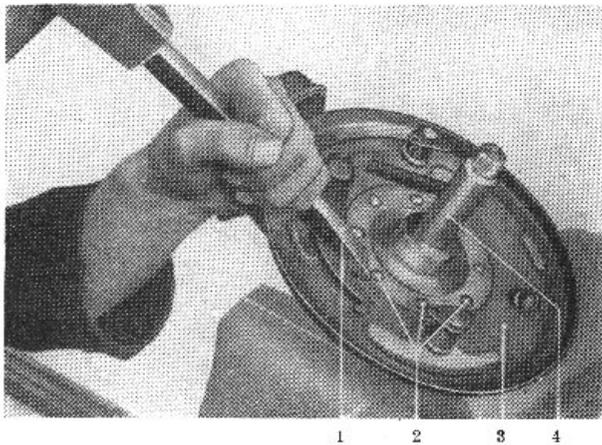

Bild H 18. Bremsdeckplatte ausbauen
(1) Meißel zum Abscheren der Nietköpfe, (2) Nietköpfe, (3) Bremsdeckplatte, (4) Achszapfen
2. Nietköpfe für Bremsdeckplatte abscheren (Bild H 18). Niete mittels Schlagdorns heraus schlagen.